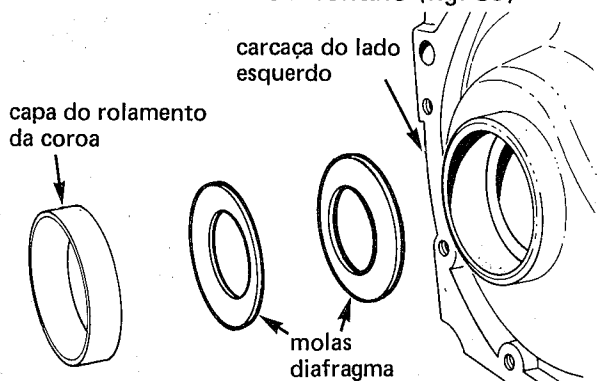

fig. 89
2. Instalar as molas diafragma no lado esquerdo da carcaça, de modo que os diâmetros internos se mantenham em contato (fig. 89)